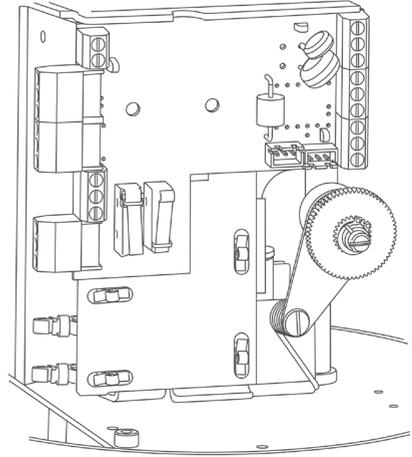

Fig. 20
- Montare la scheda con gli interruttori ausiliari (Fig. 20).